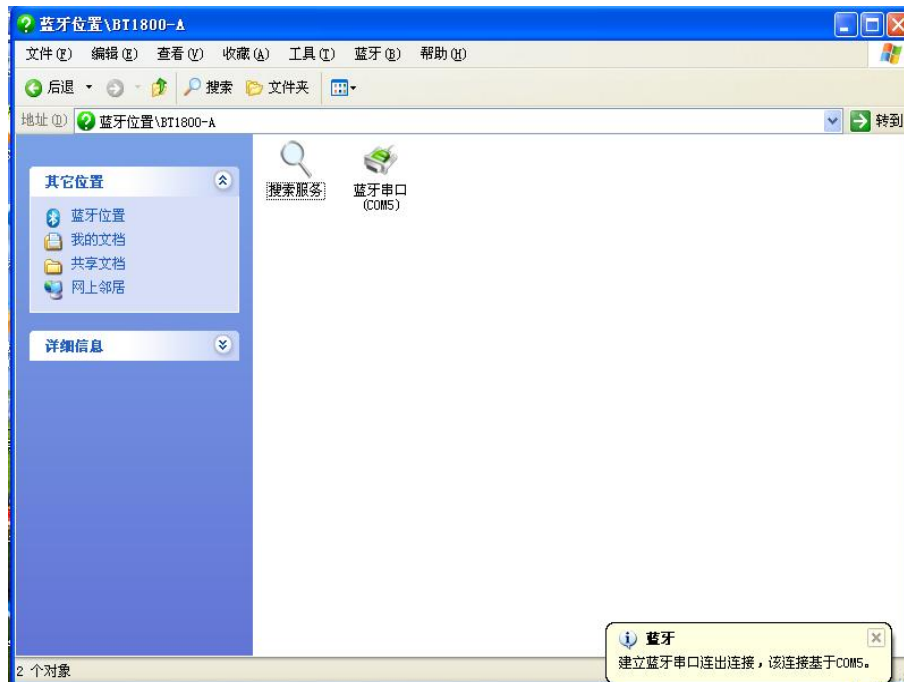
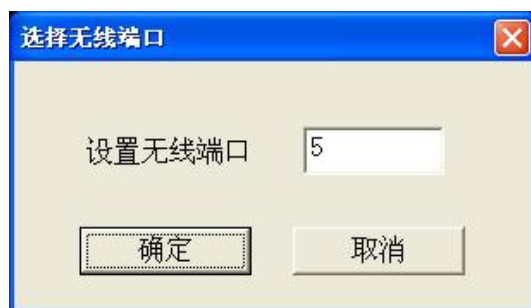

图 47
图 48
5.2 将计算机操作系统自动分配给蓝牙串口模块的 COM 端口号如图 47 为 COM5，填入到对话框中, 如图 48。